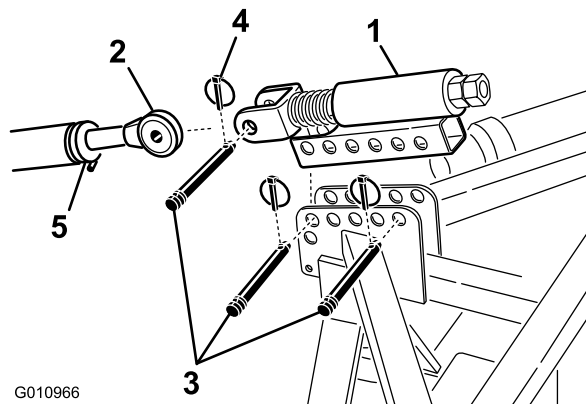

図 7
- リンク・ピンとリンチ・ピン 2本ずつをつかって、スプリング付き上リンクをエアレータのブラケットに取り付ける(図 7)。
- トラクタの上リンクのロックナットをゆるめる。上リンクを調節して、上リンクと、エアレータのスプリング付き上リンクのクレビスとを整列させる(図 7)。
- トラクタの上リンクを、スプリング付き上リンクのクレビスに接続し、リンク・ピンとリンチ・ピンで固定する(図 7)。
- スプリングの長さが 13 mm になるように、上リンクを回転させてスプリングを押し縮める(図 7)。